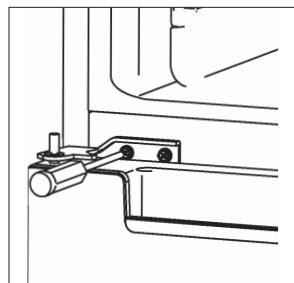

Fig. 14
- ▶ Skru det nederste hængsel (8) fast med de to skruer.
- ▶ Skru apparatfødderne (9) i.
- ▶ Stil apparatet op igen. Juster det derefter vandret ved at dreje apparatfødderne (9) ind og ud.
- ▶ Anbring nu fryseskabsdøren (7) på det nederste hængsel (8), ved at du placerer udsparingen nede på fryseskabsdøren (7) på tappen.
- ▶ Hold fryseskabsdøren (7) lukket.
- ▶ Flyt det mellemste hængsel (6) til venstre side.
- ▶ Sæt to spændeskiver på tappen for det mellemste hængsel, og sæt tappen i fryseskabsdøren (7).
- ▶ Fastgør det mellemste hængsel (6) med de to skruer og en stjerneskruetrækker (fig. 14).